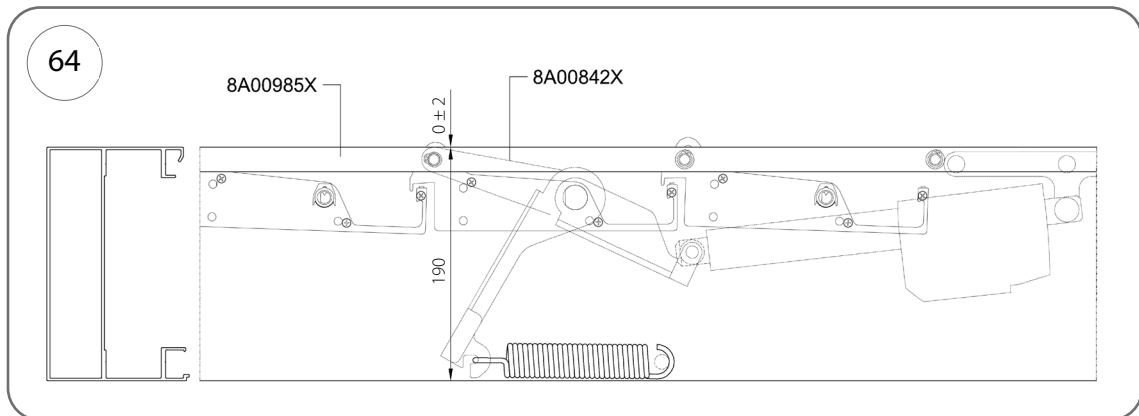

Рис. 64
3. Встановіть кінцеве положення закриття відповідно до рис. 64.